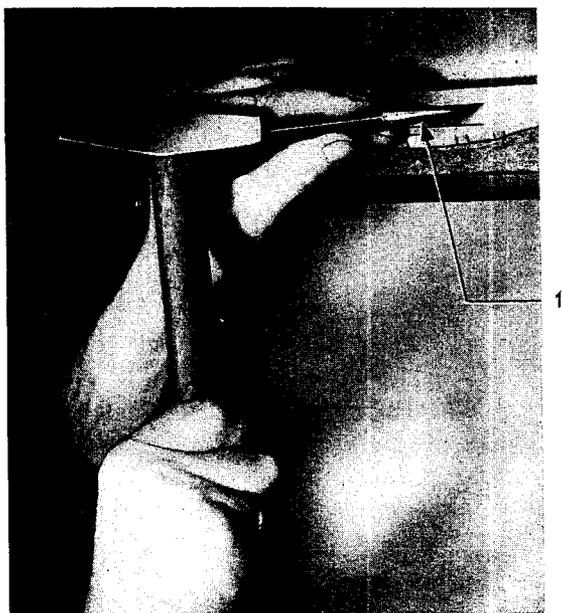

Bild 205 - Halterung für Spiegel im Dachrahmen mit Durchschlag und Hammer etwas aufbiegen
- 3. Falls für den Einbau der Spiegel erforderlich, Halterungen im Dachrahmen etwas aufbiegen (Bild 205).